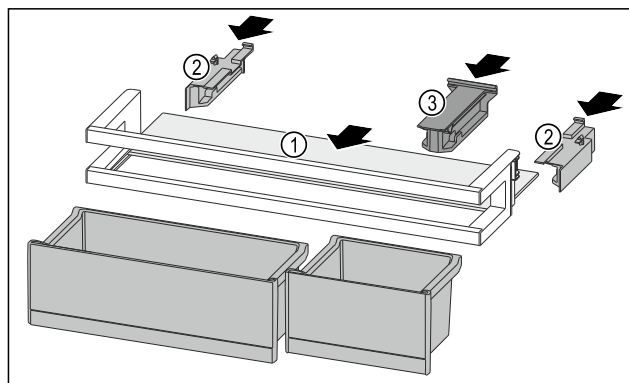

Fig. 87
- Insérer la tablette de rangement Fig. 87 (1) dans les évidements latéraux.
- Installer les parties latérales Fig. 87 (2).
- Installer la pièce de retenue Fig. 87 (3).